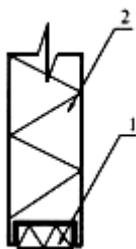

Рис.7
3. Подготавливается полоса изоляции между панелью и фундаментом. К примеру, это может быть полоса минеральной ваты с размерами в поперечнике $V_{пан} * (20-25 \text{ мм})$, где $V_{пан}$ - ширина панели (рис.7, поз.1). Эта изоляция укладывается в паз нижней панели или раскатывается непосредственно на фундаменте (рис.7).